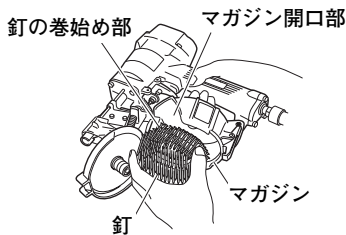

図 9
- 釘をマガジン内に入れます。このとき、釘の巻き始め部をマガジンの開口部に入れますと、次の作業が簡単になります。(図9)